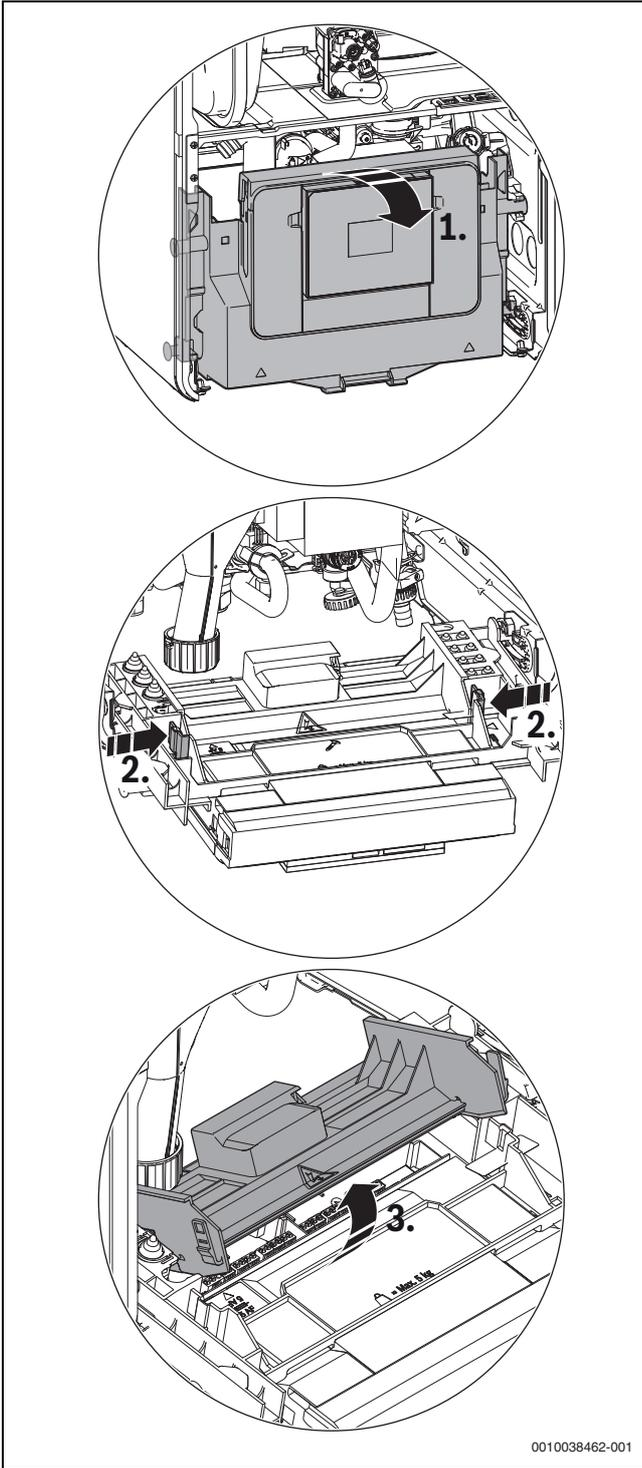

Рис. 40 Открывание пластиковой крышки
- ▶ Откройте блок управления вниз (→ рис. 40).